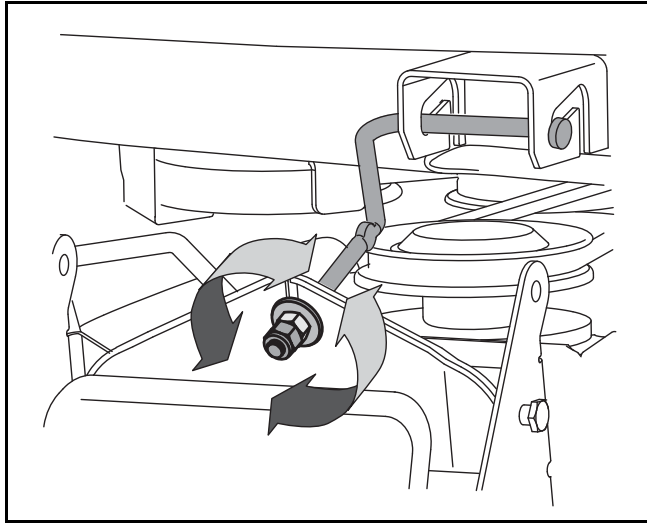

Figure 12
2. De l'avant du tracteur, desserrez le contre-écrou à six pans qui se trouve sur chaque extrémité de la tige de suspension du plateau de coupe. Voir la Figure 12.
3. Serrez les écrous de blocage à six pans internes contre le crochet de suspension avant pour relever l'avant du plateau de coupe; desserrez ces écrous à six pans pour abaisser l'avant du plateau de coupe. Voir la Figure 12.